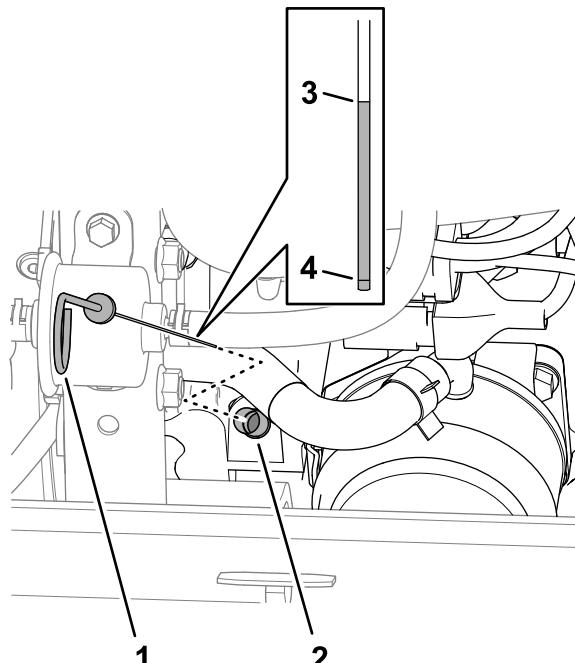

Bild 123
- Entfernen Sie den Ölpeilstab aus dem Peilstabrohr (**Bild 123**) und wischen Sie ihn mit einem sauberen Lappen ab.